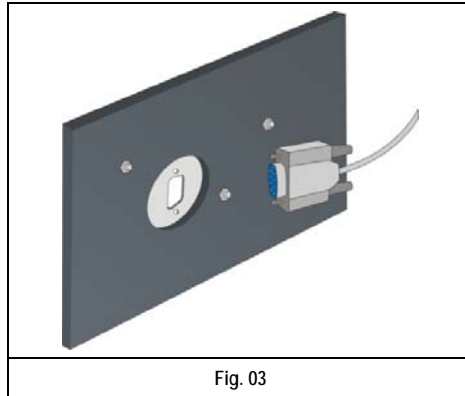

Fig. 03
3. Conectar e fixar o cabo atrás do suporte, parafusando-o (Fig. 03).
3. Conecte y fije el cable atrás del soporte, entornillándolo (Fig. 03).
3. Connectez et fixez le câble derrière le support, le vissant (Fig. 03).
3. Connect and attach the cable behind the base (Fig. 03).